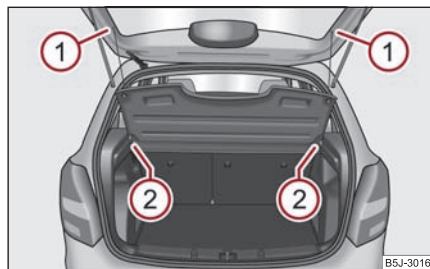

Fig. 77 Demontarea raftului din portbagaj
- Desprindeți benzile de susținere de pe capacul portbagajului ① ⇒ fig. 77.
- Raftul din portbagaj se poate scoate din suporturile ② trăgând raftul în spate, sau bătând pe partea posterioară a raftului, în zona dintre suporturi.
- Pentru montare, așezați raftul pe suprafețele capitonajelor laterale și, împingând în față, apăsați raftul în suportul ②, apoi prindeți benzile de susținere ① în hayon.